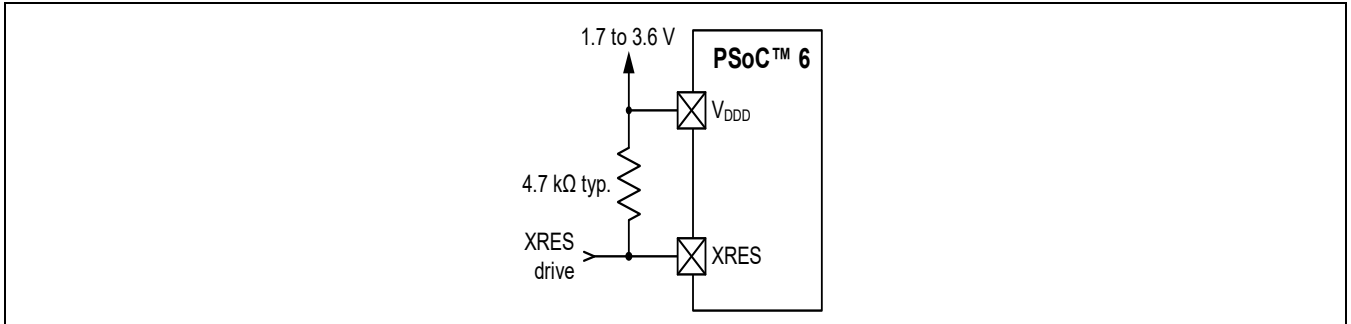

图 6 XRES 连接图
- 外部复位专用引脚 (XRES)，用于使用外部源复位设备。XRES 引脚为低电平有效。它既可以连接到 V_{DD} 的上拉电阻，也可以连接到有源驱动电路，如 图 6 所示。如果使用上拉电阻，需要在引脚被拉低时，选择其值以最小化电流消耗；典型值为 4.7 kΩ 至 100 kΩ。